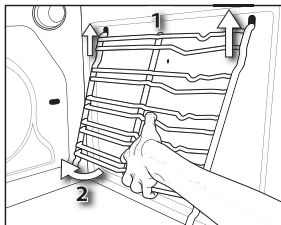

Рис. 5
2. Выньте решетки, приподняв их (1) и повернув (2) так, как показано на Рис. 5.